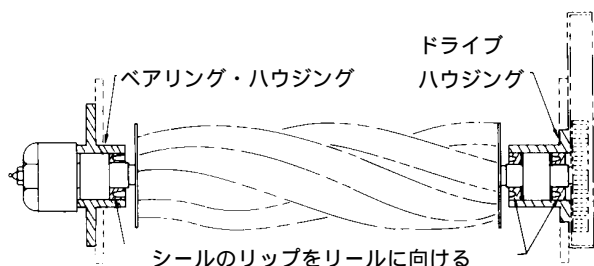

図 32
2. アウタ・シールの外径部にロクタイト242を塗り、リップを内側にして(グリスを密封するため)ドライブ・ハウジングに装着し、反対側から、ベアリング・アセンブリを入れる。アセンブリのシール・リップ部にオイルを薄く塗っておく(図32)。
3. 内側シールのリップにオイルを薄く塗り、リップをリール側に向けて(ベアリングに背を向けて)ハウジングに装着する。アセンブリ全体をリテーナ・リングでハウジングに確実に固定する(図32)。
4. ベアリング・ハウジング用のシールのリップにオイルを薄く塗り、リップがベアリングに背を向けるようにして、ベアリング・アセンブリに装着する(図32)。